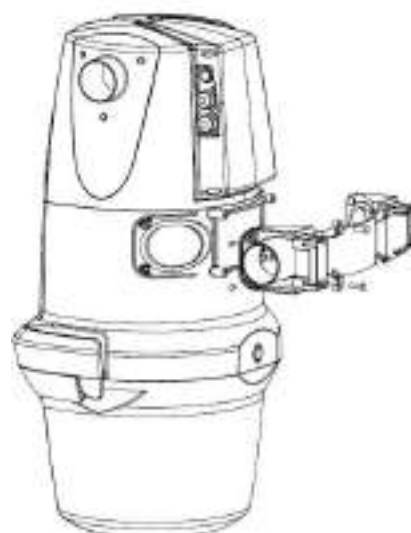

Figura 14
3. Rimontare l'aggancio/ingresso reversibile nella nuova posizione. (Figura 14)